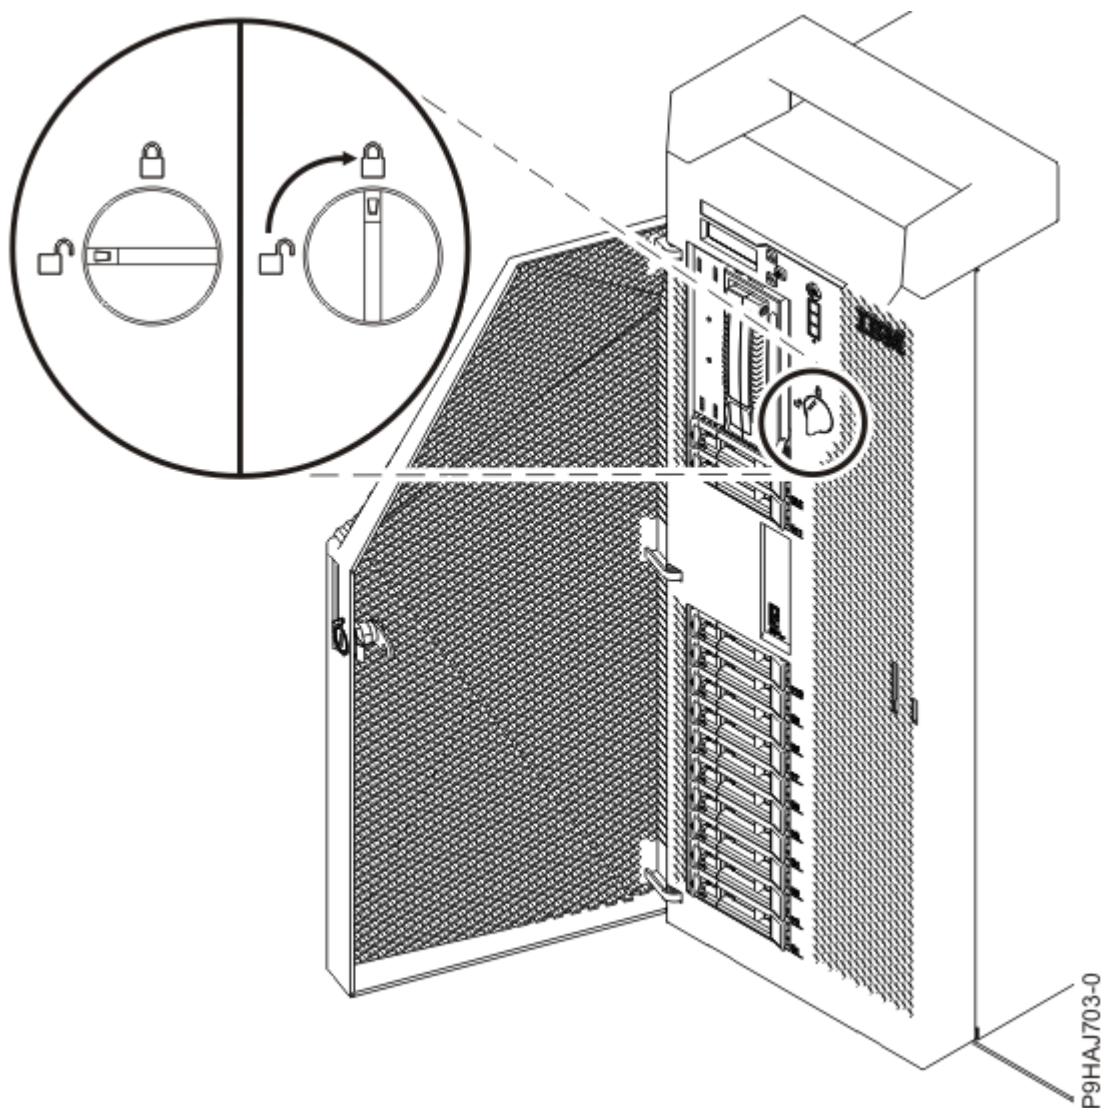

Figure 37. Fermeture du loquet de couvercle avant
- d) Tournez le loquet du couvercle vers la droite (dans le sens des aiguilles d'une montre) afin de verrouiller le couvercle. comme illustré dans la Figure 37, à la page 39.